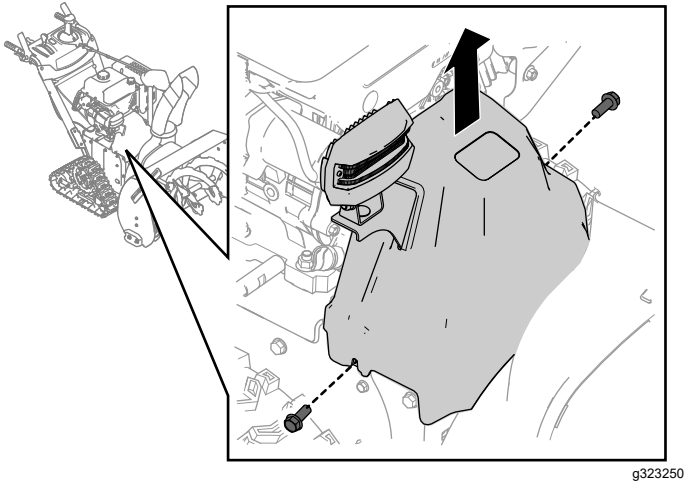

Figura 30
curelei (Figura 30).
2. Îndepărtați capacul curelei (Figura 30).